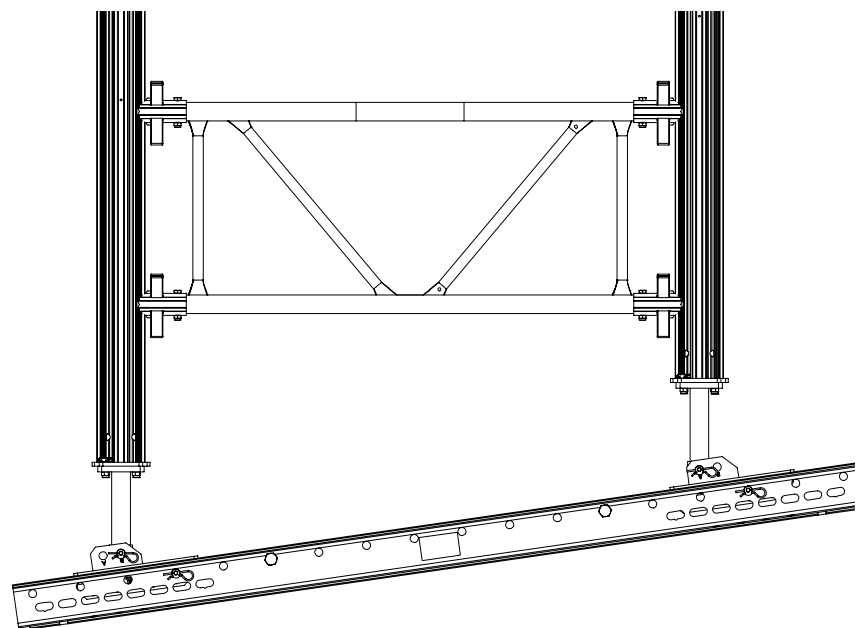

Fig. A2.11
- La tête d'étais peut également être utilisée pour monter des tours sur des surfaces inclinées. (Fig. A2.11)